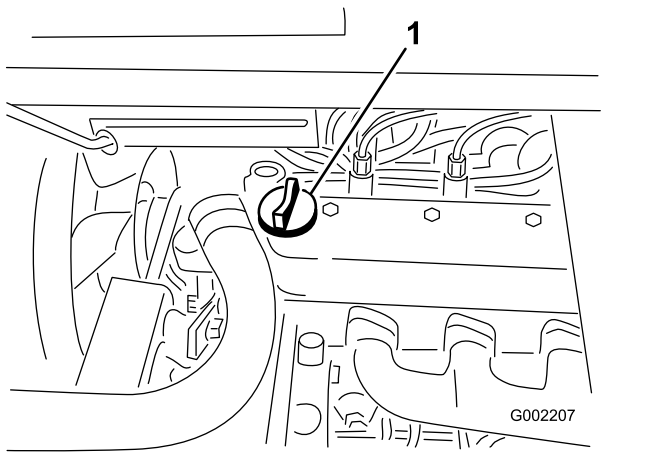

图19
3. 如果机油油位较低、请从气门室盖 (图19) 上拆下加油颈盖、从开口处注入机油、直至油位达到量油尺上的“已满”标记参阅“发动机维修”部分的“机油维护”小节、了解适合的机油类型和粘度。在此过程中应缓慢添加机油并不时检查油位。切勿过量添加。